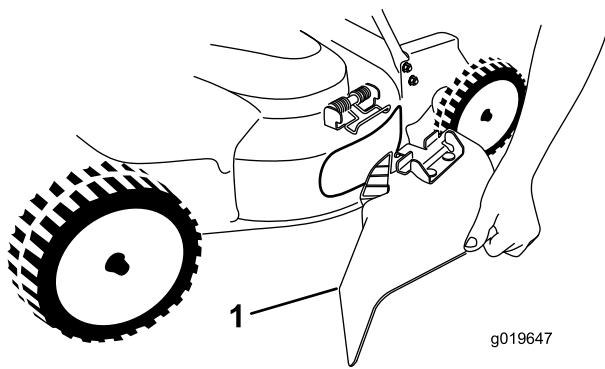

Рисунок 25
5. Установите боковой желоб для выброса (Рисунок 25), потянув вверх за пружину, поместив желоб поверх отверстия и опустив пружину на выступы в верхней части желоба для выброса.